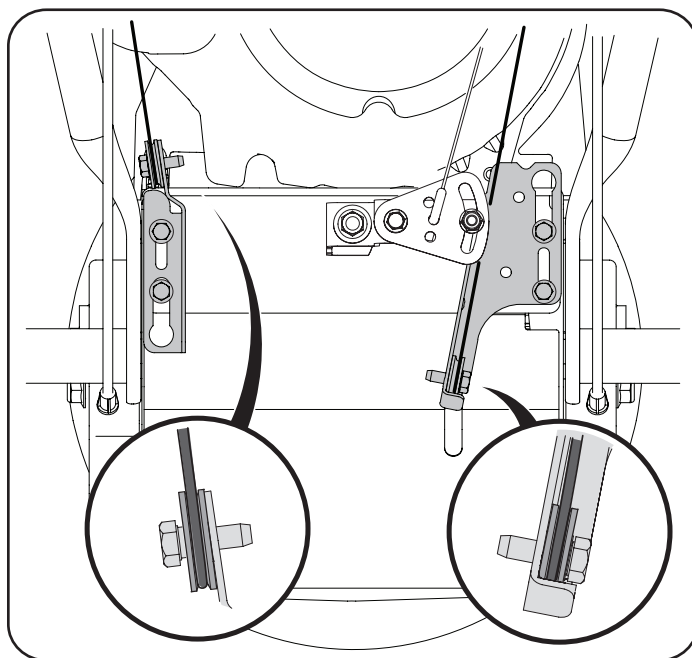

Figura 3
3. Observe el área inferior trasera del equipo para asegurarse de que ambos cables estén alineados y asentados adecuadamente en las guías de rodillos. Vea la Figura 3.